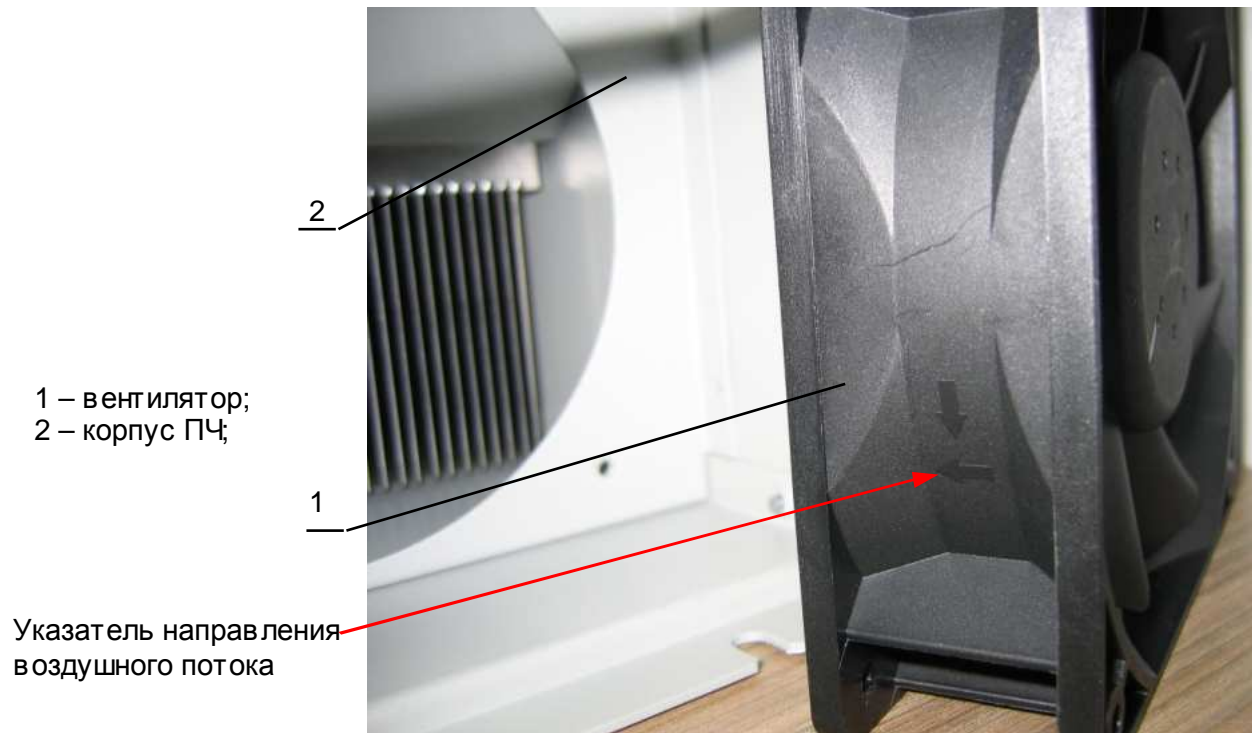

Рис.7.19
7.6.1. Расположить вентилятор (1) таким образом, чтобы стрелка-указатель направления воздушного потока была направлена внутрь корпуса ПЧ (2) (рис.7.19).